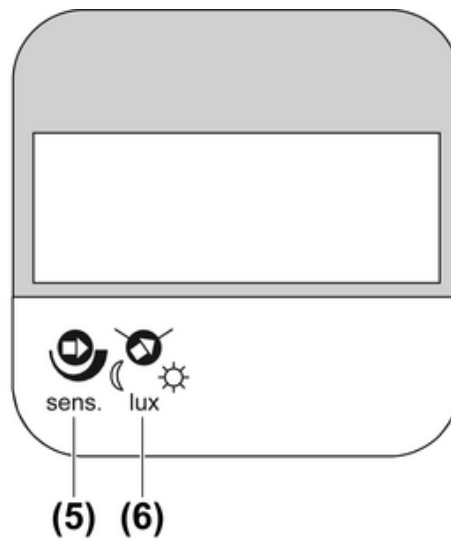

Bild 2: Automatik-Schalter Standard
- Einsteller **lux** (6) in gewünschte Position drehen (Bild 2).